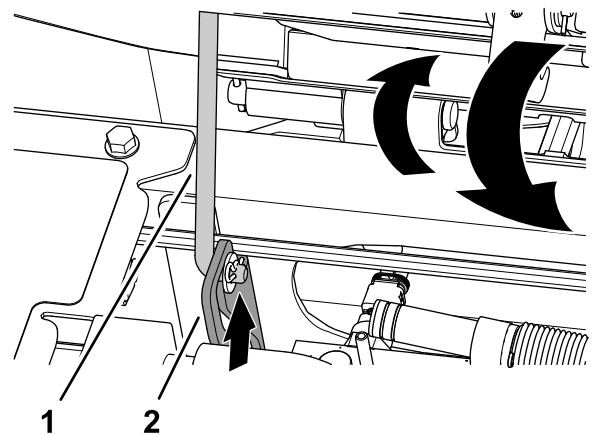

Figura 99
1. Rotii ușor scaunul, ridicați tija de susinere din creștătura fantei de susinere a scaunului (Figura 99).